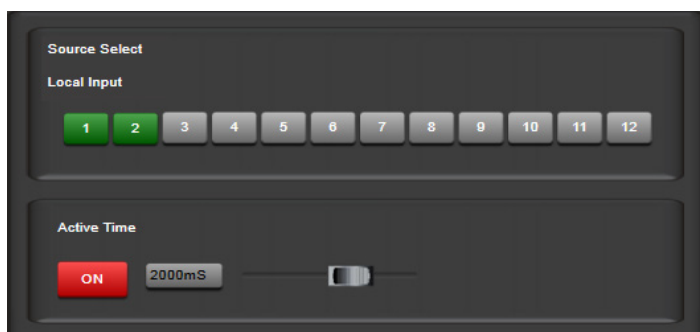

Abb. 26 Ansicht „Auto Mixer“
7.11 Ansicht „Auto Mixer“ (Abb. 26)
Eine zusätzliche Möglichkeit ist die Verwendung der Funktion „Auto Mixer“. Sobald in eines der beteiligten Mikrofone gesprochen wird, ist dieses vorübergehend das Hauptmikrofon und die Pegel der anderen Mikrofone werden reduziert. Es lassen sich folgende Einstellungen vornehmen (☞ Abb. 26):